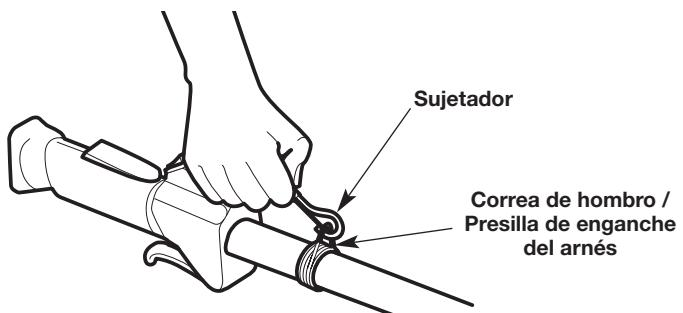

Fig. 7
- Calce el pasador a presión sobre la correa de hombro/presilla de enganche del arnés (Fig. 7).